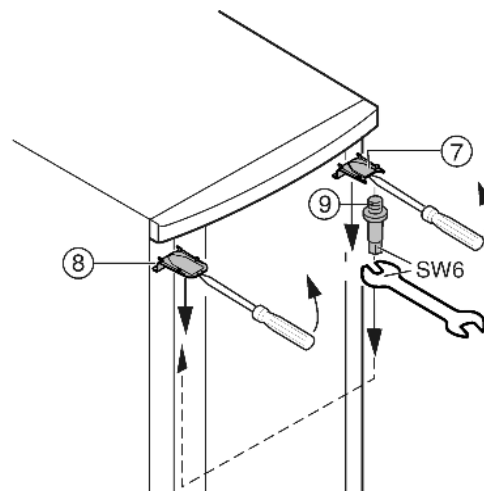

Fig. 6
- Odstraňte kryt Fig. 6 (7) a kryt Fig. 6 (8) šroubovákem vpředu uvolněte ze západek a odstraňte pohybem šikmo směrem dolů.
- Vyšroubujte ložiskové čepy Fig. 6 (9) a na protější straně zašroubujte silou (4 Nm).
- Namontujte opět kryt Fig. 6 (7) na straně ložiskového čepu: vzadu nasadte, vpředu nechte zaskočit do západek.
- Namontujte opět kryt Fig. 6 (8) na protější straně: vzadu nasadte, vpředu nechte zaskočit do západek.
- ▶ Zavěste dveře nahoře do ložiskového čepu Fig. 6 (9).